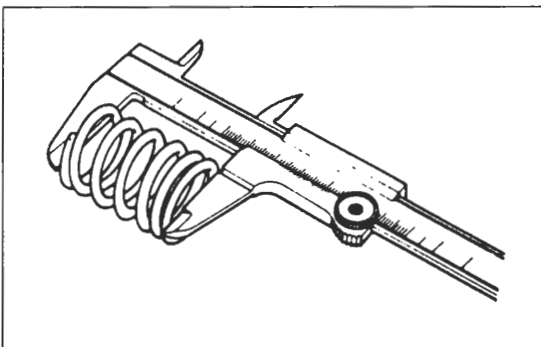

Bild 133
- Ungespannte Länge der Kupplungsfedern messen (Bild 133). Verschleissgrenze 33,0 mm (750 F: 38,1 mm). Kupplungsfedern im Satz wechseln.